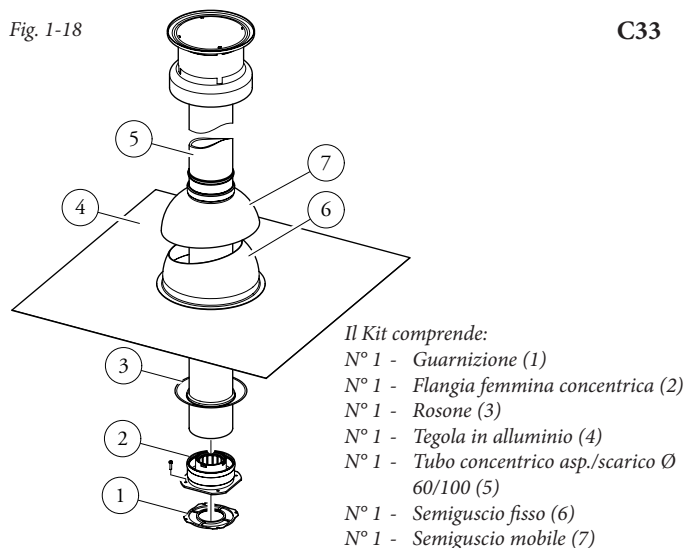

Fig. 1-19
- Prolunghe per kit verticale Ø 60/100 (Fig. 1-19). Il kit con questa configurazione può essere prolungato fino a un *massimo di 14,4 m* rettilinei verticali, compreso il terminale. Questa configurazione corrisponde ad un fattore di resistenza uguale a 100. In questo caso è necessario richiedere le apposite prolunghe ad innesto.